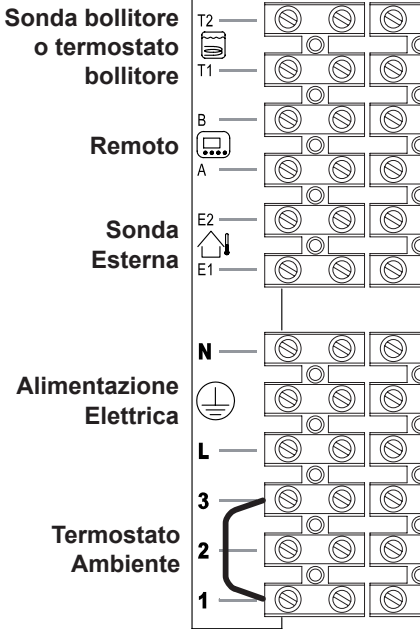
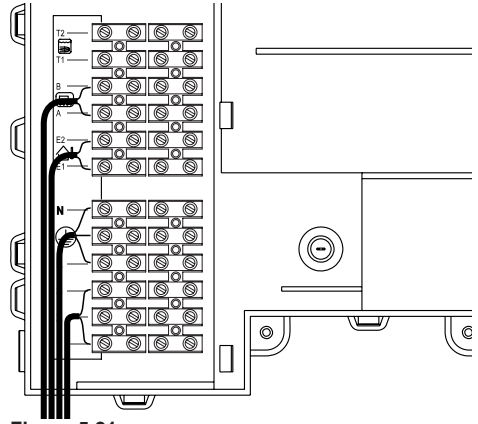

Figura 5.20
Figura 5.21
- Collegare il cavo di alimentazione elettrica proveniente dall'interruttore onnipolare alla morsetteria di alimentazione elettrica della caldaia Figura 5.20 rispettando la corrispondenza della linea (filo marrone) e del neutro
Il percorso del cavo o dei fili di alimentazione elettrica della caldaia e del termostato ambiente devono seguire il percorso indicato in Figura 5.21.
Per il collegamento di un termostato ambiente servirsi dei morsetti indicati in Figura 5.20.
Per il collegamento di valvole di zona servirsi dei morsetti termostato ambiente indicati in Figura 5.20 e Figura 5.21. I conduttori elettrici dei contatti del micro della valvola di zona vanno inseriti nei morsetti "1 e 3" della mor-
settiera termostato ambiente come in Figura 5.21.